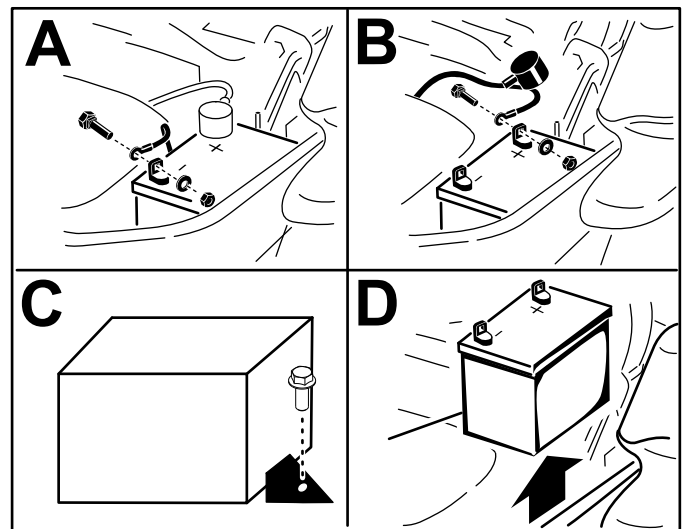

Figura 75
5. Retire la batería según se muestra en la Figura 75.